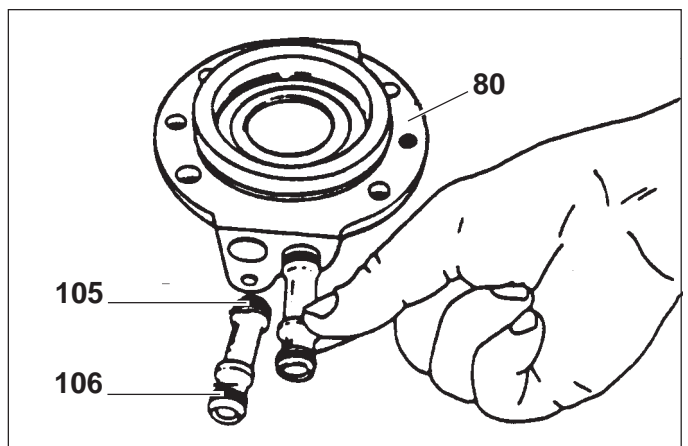
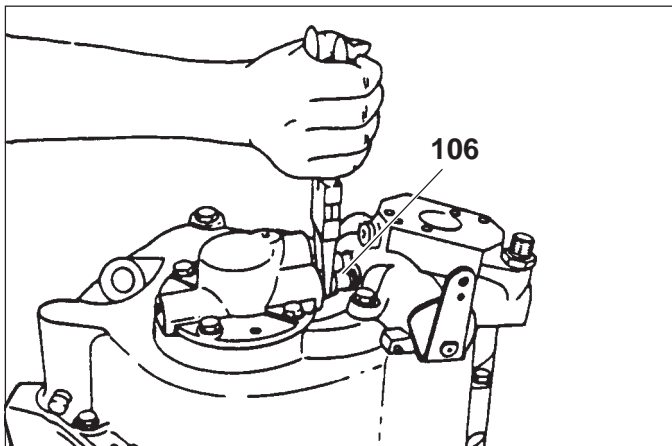
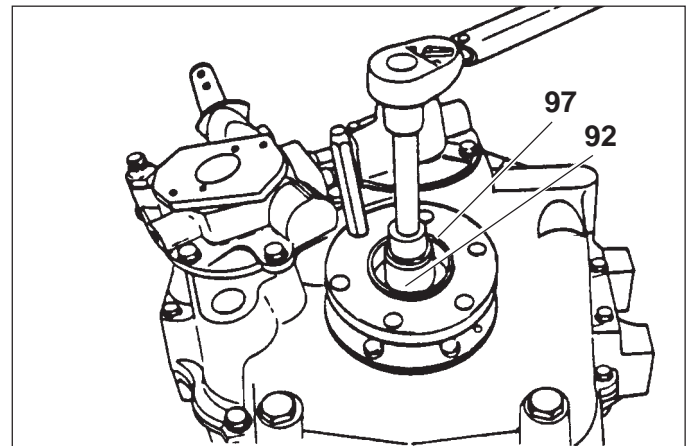
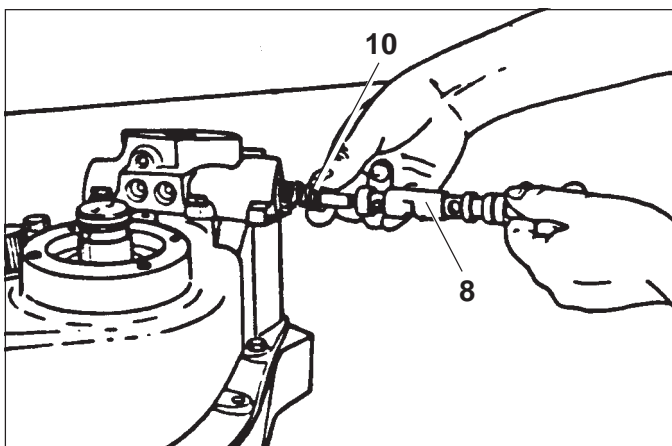

Fig. 43
Fig. 44
Fig. 45
Fig. 46
- 1) Montare l'anello OR (42) su coperchio distributore (80).
- 2) Introdurre nel coperchio distributore (80) i tubi (106) completi di anelli OR (105) (Fig. 43) e introdurlo nella carcassa.
- 3) Introdurre sulla semicarcasta il tubo (44) completo di anelli OR (23).
- 4) Montare il corpo distributore (7) completo di anello OR (42). Il foro presente sulla superficie di flangiatura è da circondare con pasta ermetica che non presenti col tempo fenomeni di cristallizzazione.
- 5) Avvitare i tappi (36) e (55) utilizzando come sigillante LOCTITE 542.
- 6) Introdurre l'estremità dei tubi (106) nel corpo distributore (7). Montare la vite di bloccaggio (40) utilizzando LOCTITE 542 (Fig. 44).
- 1) Put the OR ring (42) on the distributor cover (80).
- 2) Introduce the tubes (106), complete with OR rings (105) into the distributor cover (80) and introduce it in the housing (Fig. 43).
- 3) Introduce the tube (44) complete with OR rings (23) into the half casing.
- 4) Put on the distributor casing (7), complete with OR ring (42). The hole on the flanging should be packed with hermetic paste which will not crystalize in time.
- 5) Screw down the taps (36) and (55) using LOCTITE 542.
- 6) Introduce the extreme end of the tubes (106) into the distributor casing (7). Put on the locking screw (40) using LOCTITE 542 (Fig. 44).
- 6a) Install cover (80) and distributor (7) into the housing
- 6a) Fissare il coperchio (80) e il distributore (7) alla carcassa usando le viti (11) e (35) e le rondelle (12). Coppia di serraggio: 22,5 Nm.
- 7) Montare sulla flangia (98) la guarnizione di tenuta (95). Montare la flangia (98) completa di anello OR (96). Serrare le viti con coppia di serraggio di 13 Nm.
- 8) Ricoprire con un leggero strato di grasso il labbro dell'anello di tenuta (95).
- 9) Montare la flangia (97) facendo attenzione a non rovinare il labbro dell'anello di tenuta. Montare la rondella (91), la rondella di sicurezza (92); avvitare la vite (93) con coppia di serraggio di 275 Nm (Fig. 45).
- 10) Montare sull'estremità dell'albero di rinvio il giunto (107), quindi la pompa (22). Avvitare le viti (21), complete di rosette (20), con coppia di serraggio di 13 Nm.
- 11) Introdurre nel supporto pompa olio (7) la cartuccia filtro (24), avvitare il tappo (26) completo di guarnizione (25). Coppia di serraggio: 50 Nm.
- 12) Introdurre nel corpo distributore il piattello (34), la molla (10), la valvola (9), l'albero (8) completo di anello OR (6) (Fig. 46).
- and tight bolts (11) and (35) and washers (12). Tightening torque: 22,5 Nm.
- 7) Put the seal (95) into the flange (98). Put on the flange (98) complete with the OR ring (96). Lock the screws with a clamping couple of 13 Nm.
- 8) Cover the sealing ring lip (95) with a light layer of grease.
- 9) Put on the flange (97) taking care not to ruin the lip of the sealing ring. Put on the washer (91), the safety washer (92); tighten the screw (93) with the clamping couple of 275 Nm (Fig. 45).
- 10) Put the joint (107) on the extreme end of the counter shaft and then the pump (22). Tighten the screw (21) complete with washers (20), with a clamping couple of 13 Nm.
- 11) Introduce the filter cartridge (24) into the oil pump support (7) and screw down the tap (26) complete with seal (25). Tightening torque: 50 Nm.
- 12) Put the washer (34), the spring (10), the valve (9), the shaft (8) complete with OR ring (6) into the distributor casing (Fig. 46).